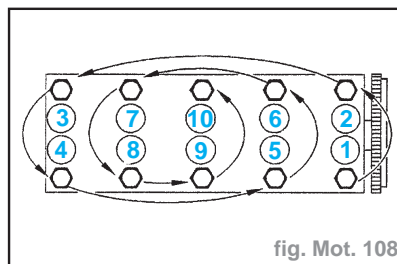

fig. Mot. 108
- Desserrer les 10 vis (respecter l'ordre préconisé) (fig. Mot. 108).